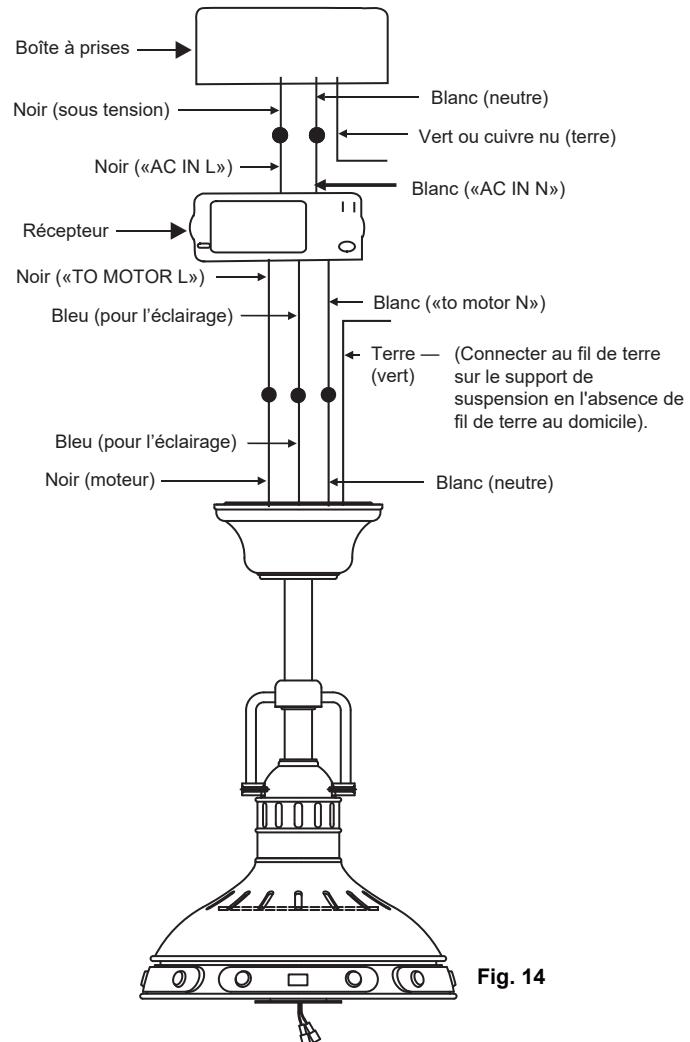

Fig. 14
**Étape 2.** Connexions électriques entre le moteur et le récepteur : (**Fig. 14**)
**Étape 3. (Fig. 14)** Connexions entre récepteur et fils d'alimentation du domicile : Connectez le fil noir (sous tension) du plafond au fil noir marqué "AC in L" du récepteur. Connectez le fil blanc (neutre) du plafond au fil blanc marqué "AC IN N" du récepteur. Sécurisez les connexions de fils avec les connecteurs en plastique (fournis).
**Étape 4. (Fig.14)** Connectez le fil de terre (cuivre vert ou nu) du boîte à prises au fil de terre du support de fixation au plafond et au fil de terre du ventilateur de plafond. Une fois toutes les connexions effectuées, séparez les connexions des fils blanc et vert d'un côté et les connexions des fils noirs de l'autre côté du boîtier de prise de courant.